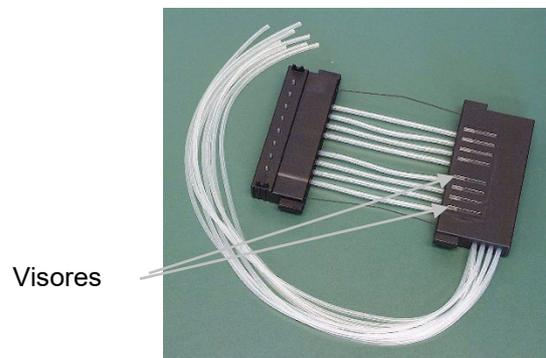
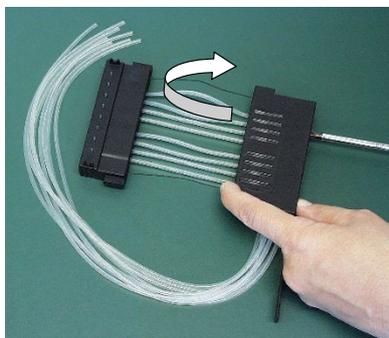

Figura 5-52. Casete antes de la calibración
Figura 5-53. Precalibración del casete
17. Gire el casete de manera que los ocho visores sean visibles (Figura 5-52). Observe los ocho visores en la pieza superior del casete. Verá que los tubos no están precalibrados. Primero abra la cubierta de los tornillos de calibración. Para precalibrar el casete, ajuste las abrazaderas de los tubos en los visores aproximadamente en el centro con ayuda de un destornillador hexagonal (Figura 5-53).